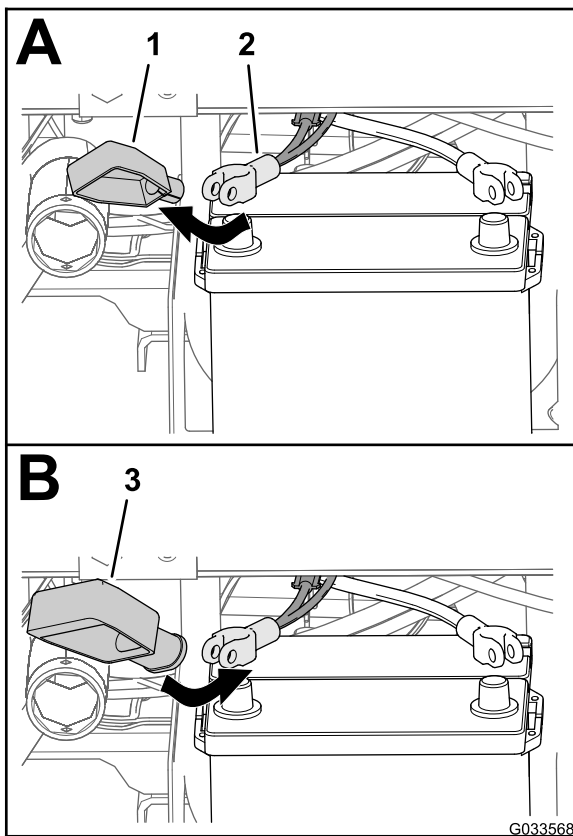

Figure 28
2. Enlevez le petit capuchon du câble positif de la batterie (Figure 28).
3. Placez le grand capuchon sur le câble positif de la batterie, comme montré à la Figure 28.